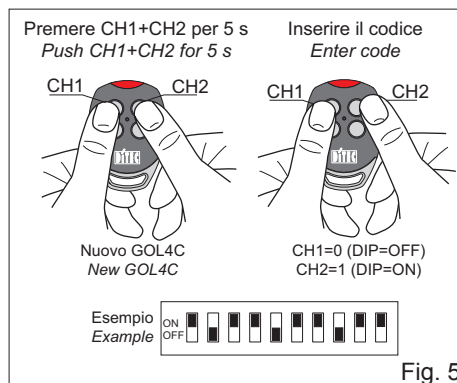
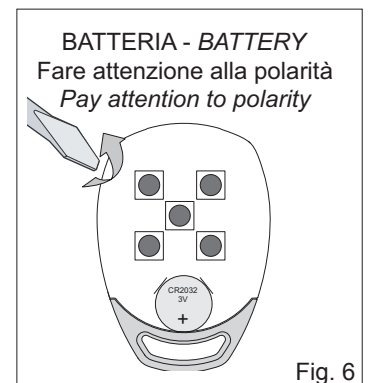

Fig. 5
Fig. 6
7. CLONAZIONE GOL4C MEDIANTE INSERIMENTO CODICE (fig. 5)
- Inserire un codice di 10 cifre premendo CH1=0 (OFF) o CH2=1 (ON). Tra una pressione e l'altra si dispone di 5 s.
9. SOSTITUZIONE BATTERIA (fig. 6)
7. CLONING GOL4C USING CODE (fig. 5)
- Insert a 10-figure code, pressing CH1=0 (OFF) or CH2=1 (ON). You have 5 seconds of time between one pressing and the next.
9. BATTERY REPLACEMENT (fig. 6)